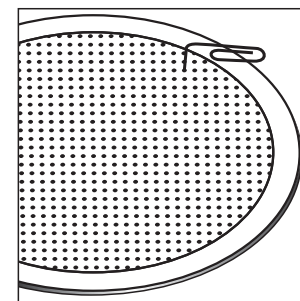

Figure 6—Utilisez un trombone pour retirer la grille.
1. Si le haut-parleur n'est pas installé, la grille peut être retirée de l'intérieur en poussant sur les vis à crampons. Si le haut-parleur est déjà installé au mur, accrochez délicatement la grille à l'aide d'un trombone replié et retirez-la doucement du cadre (figure 6).